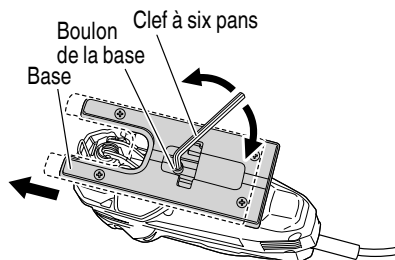

Fig. 12
- (1) Desserrer le boulon de la base avec la clef à six pans fixée à la base. (Fig. 12)
- (2) Déplacer la base à fond vers l'avant, puis resserrer le boulon de la base. (Fig. 12)
- (3) Régler la position orbitale sur "0".
- (3) Resserrer le boulon de la base. (Fig. 12)
- (4) Régler la position orbitale sur "0" - "III".